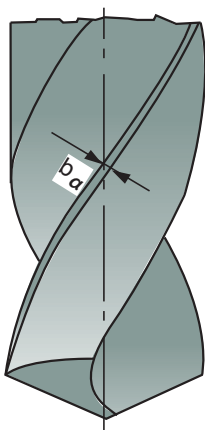
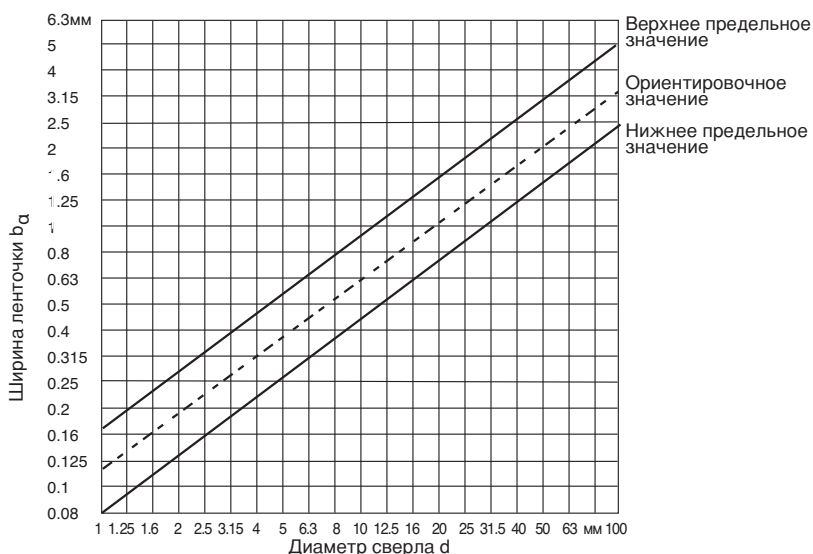

Рис.3. Ширина ленточки  $b_d$
Рис.4. Ширина ленточки  $b_d$
**Испытательное значение:** Ширина ленточки (Рис. 3) должна находиться в пределах, указанных на Рис. 4.